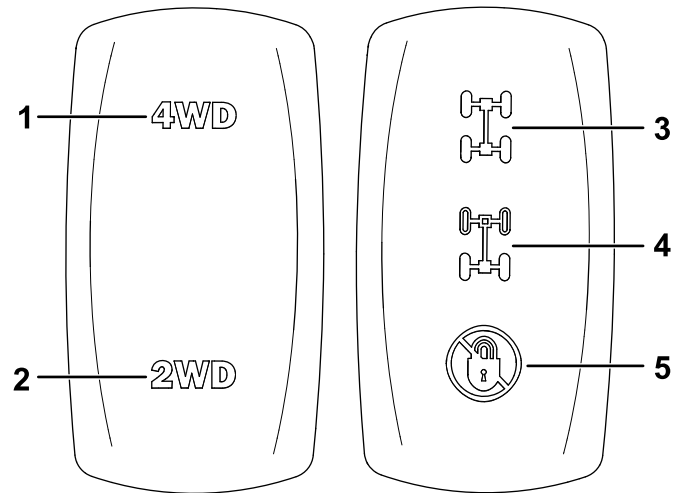

Figura 55
2. Pulse el interruptor de tracción a 2 ruedas/tracción a 4 ruedas (Figura 55) hacia arriba para engranar la tracción a 4 ruedas.
Sin pisar el pedal del acelerador, engrane la tracción a 4 ruedas pulsando el interruptor de tracción a 2 ruedas/tracción a 4 ruedas hasta la posición de abajo (Figura 55).
2. Pulse el interruptor de bloqueo de diferencial hasta la posición media para accionar el bloqueo de diferencial trasero (Figura 55).
Pulse el interruptor de bloqueo de diferencial hasta la posición de arriba para accionar los bloqueos de diferencial delantero y trasero (Figura 55).
Sin pisar el pedal del acelerador, desengrane los bloqueos de diferencial pulsando el interruptor de bloqueo de diferencial hasta la posición de abajo (Figura 55).